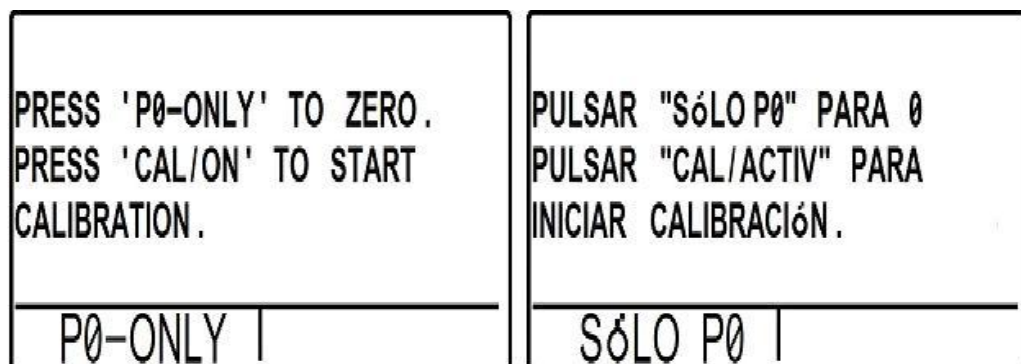

Figura 8: Pantalla inicial del proceso de calibración en el modo de 1 punto (1pt).
- b. Presione la tecla  para iniciar el ajuste del cero del transductor; entonces la pantalla aparecerá como se muestra en la Figura 8; siga las instrucciones mostradas en la pantalla:
- h. Presione otra vez la tecla  para continuar el proceso de calibración; entonces la pantalla aparecerá nuevamente como se muestra en la Figura 8 (pantalla inicial del proceso de calibración en el modo de 1 punto); siga las instrucciones mostradas en la pantalla.